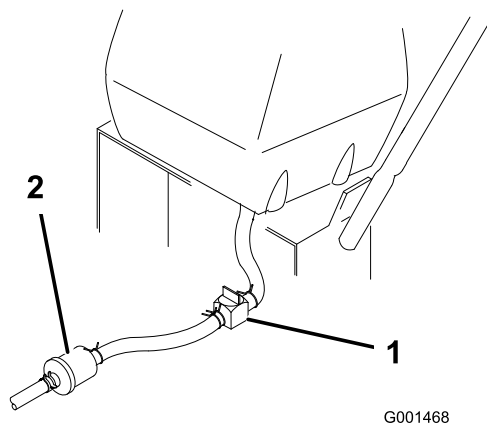

Figure 28
2. Fermez le robinet d'arrivée de carburant sur le réservoir (Figure 28).
3. Pincez les extrémités du collier de fixation et poussez le collier en haut de la conduite d'alimentation, à l'opposé du filtre à carburant (Figure 28).
4. Débranchez la conduite d'alimentation du filtre à carburant (Figure 28). Ouvrez le robinet d'arrivée de carburant et laissez l'essence s'écouler dans un bidon ou un bac de vidange.
3. Fermez le robinet d'arrivée de carburant sur le réservoir (Figure 28).
7. Ouvrez le robinet d'arrivée d'essence sur le réservoir (Figure 28).